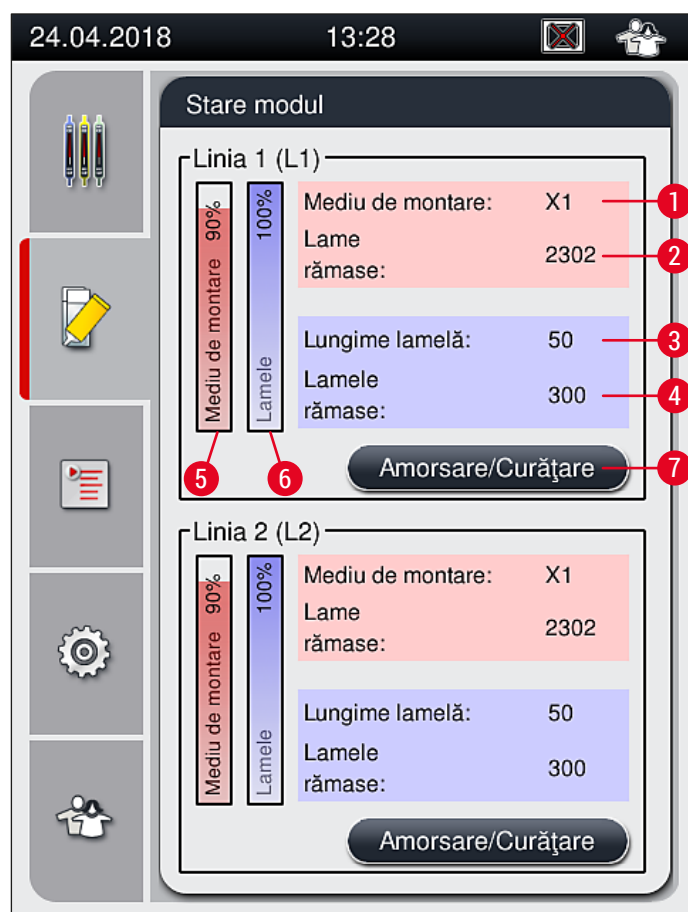

Fig. 49
- Meniul **Stare modul** (→ Fig. 49) îi furnizează utilizatorului prin HistoCore SPECTRA CVo prezentare generală a consumabilelor utilizate (mediu de montare (→ Fig. 49-1) și lamele (→ Fig. 49-3)), precum și a nivelelor de umplere (→ Fig. 49-5) (→ Fig. 49-6) și a cantităților rămase (→ Fig. 49-2) (→ Fig. 49-4) pentru ambele linii de lamele.